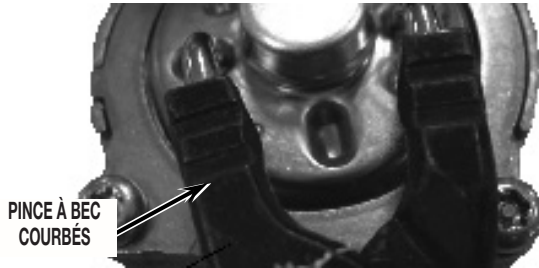

FIGURE 7
- Pour la rotation, placer une pince à bec recourbé dans les encoches du couvercle. Voir la Figure 7.